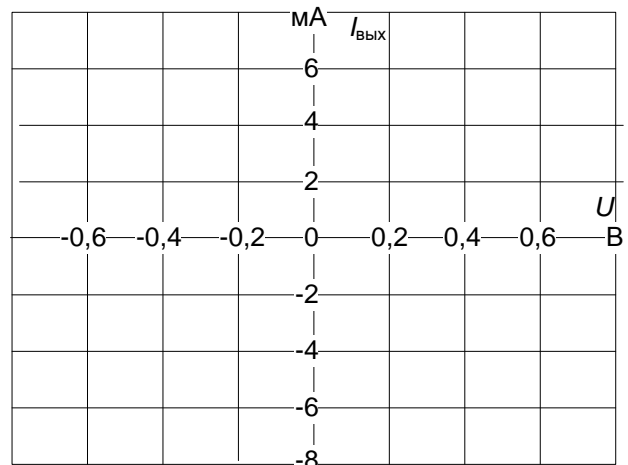

Рис. 2.4.4
- Поверните регулятор амплитуды сигнала вправо до упора (максимальная амплитуда) и вращайте ручку регулятора входного тока влево – вправо. Наблюдайте за изменением вольтамперной характеристики фотодиода. Три характеристики (при нулевом входном токе среднем и максимальном) перерисуйте по точкам в отчёт (рис. 2.4.4), либо сохраните соответствующие файлы.